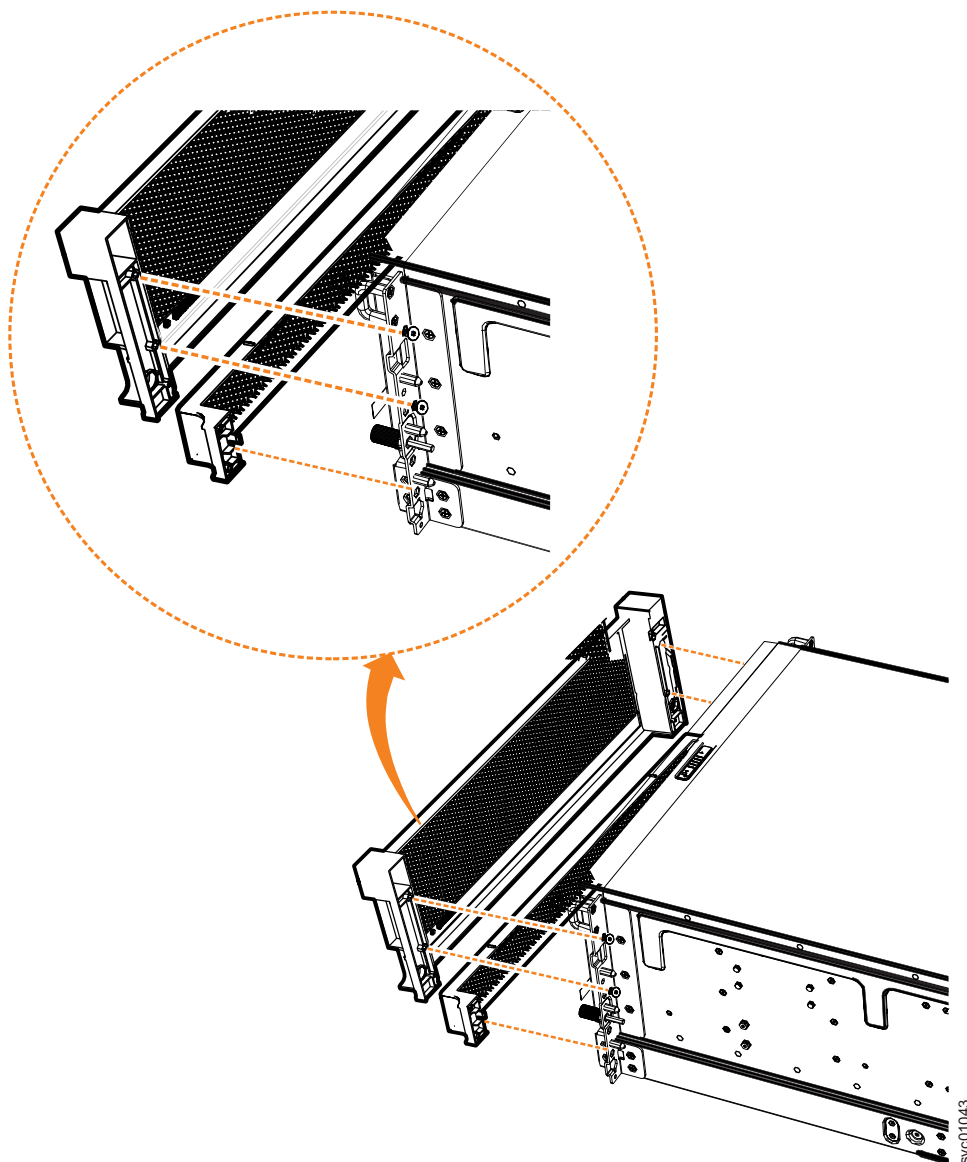

图 91. 更换扩展机柜上的面板组件
2. 将前部 4U 面板与机柜对齐，使指旋螺钉穿过每一侧的孔。如第 87 页的图 91 所示，该操作将面板后部的螺丝孔与机柜前凸缘上的螺丝孔对齐。
4. 重新连接用于遮盖电源单元 (PSU) 的底部 1U 面板。将面板与机柜对齐，并轻推直到其咔嗒一声锁定到机箱上，如第 87 页的图 91 中所示。